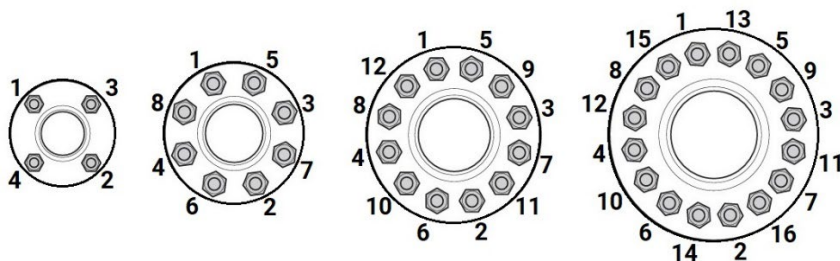

Рисунок 8 – Порядок затяжки крепежных болтов/шпилек
5.21. Далее, при открытом положении ЗДПМ, производится окончательная затяжка шпилек/болтов по перекрестной схеме (см. рис. 8). Рекомендуемые моменты затяжки указаны в таблице 6.